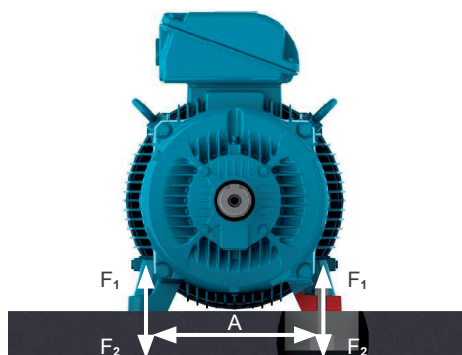

Рисунок 6.3: Двигатель установленный на (бетонном) основании
Напряжения в фундаменте можно рассчитать по следующим формулам (см Рисунок 6.3 на стр. 6-3):
- Металлических основаниях: обычно используются для двигателей малого размера (см. Рисунок 6.3 на стр. 6-3).